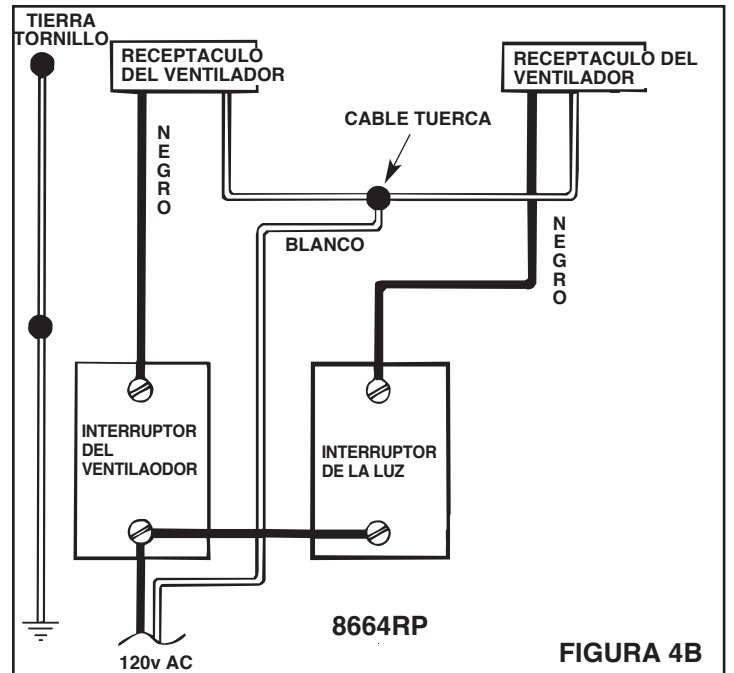

FIGURA 4B
- Consulte la Figura 4B para modelo 8664RP. Conecte los alambres desde los receptáculos del ventilador y la luz al alambre blanco (neutral) de la fuente de potencia. Conecte el alambre negro del receptáculo del ventilador (Negro) al alambre del interruptor del ventilador. Conecte el alambre negro del receptáculo del ventilador (NEGRO) al alambre del interruptor del ventilador. Conecte el alambre negro del receptáculo de la luz (Blanco) al alambre del interruptor de la luz.